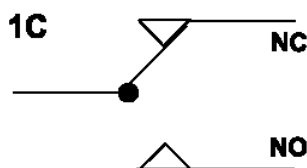

Рис. 3 Конфигурация контактов 1С.
2. Подключение к охранной сигнализации осуществляется через «сухой контакт» (конфигурация 1С, см. рис. 3). При срабатывании «тревожной кнопки» или открытии дверцы для доступа к ЭБУ (если активирован режим «не отключаемая задержка») работа темпокассы блокируется на 30 минут. При этом обеспечивается замыкание/размыкание «сухого контакта» длительностью 1 секунда. При любом экстренном отключении электропитания, во время блокировки, после его возобновления, устройство также замыкает/размыкает соответствующие контакты, возобновляя режим блокировки.